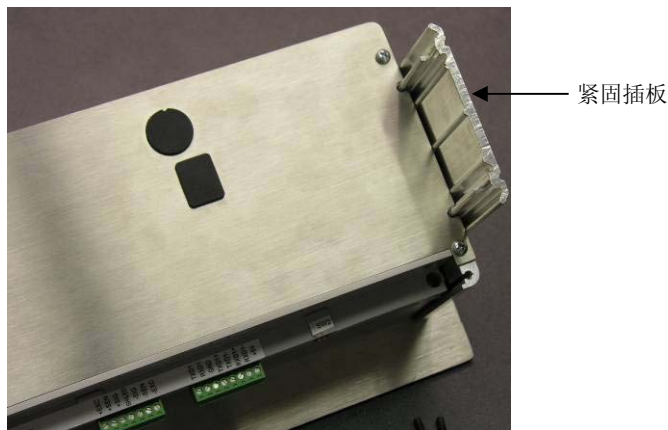

图 A-3: 紧固插板
1. 松开并去掉 4 个用于固定紧固插板的六角螺丝 (见图 A-3)，请使用随机工具中的 2mm 六角扳手。